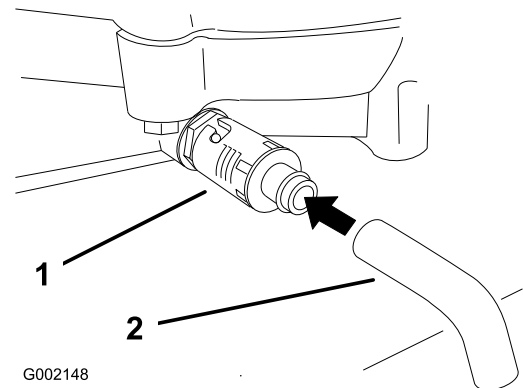

Figure 21
4. Placez un bac sous la vidange. Tournez le robinet de vidange pour permettre à l'huile de s'écouler (Figure 21).